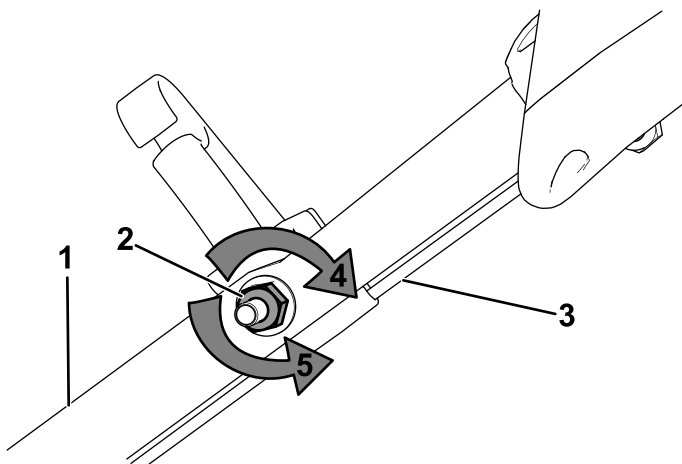

Рисунок 29
1. Поверните регулировочную гайку против часовой стрелки, чтобы ослабить натяжение троса (**Рисунок 29**).
2. Отрегулируйте натяжение троса (**Рисунок 29**), потянув его назад или вперед, затем удерживайте в этом положении.